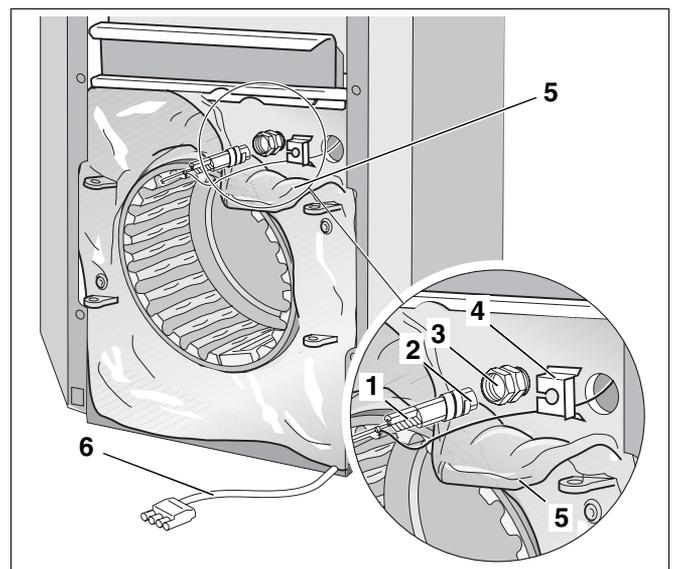

Abb. 34 Temperaturfühlerpaket am Heizkessel montieren
- Vorderwand-Wärmeschutz (Abb. 34, **Pos. 5**) an der Messstelle zur Seite ziehen.
- Ausgleichfeder (Abb. 34, **Pos. 1**) mit dem Temperaturfühlerpaket bis zum Anschlag in die Tauchhülse (Abb. 34, **Pos. 3**) einschieben.
Beim Einschieben des Temperaturfühlerpakets in die Tauchhülse (Abb. 34, **Pos. 3**) schiebt sich die Kunststoffspirale (Abb. 34, **Pos. 2**) automatisch zurück.
- Fühlersicherung (Abb. 34, **Pos. 4**, Lieferumfang Regelgerät) seitlich auf den Tauchhülsenkopf schieben.